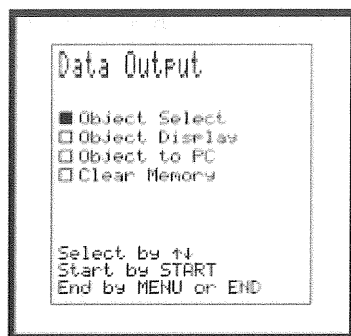

図 5.4-1
①Data Output 画面 (P.35 図 5.4-1) で、↑↓ボタンを使って、**Clear Memory** の項目を選択する。
②**START** ボタンを押す。その行為を確定することを要求される。
③メモリーを消しますか？
④メモリーを消す場合は **START** ボタン、中止する場合は **MENU** または **END** を押す。